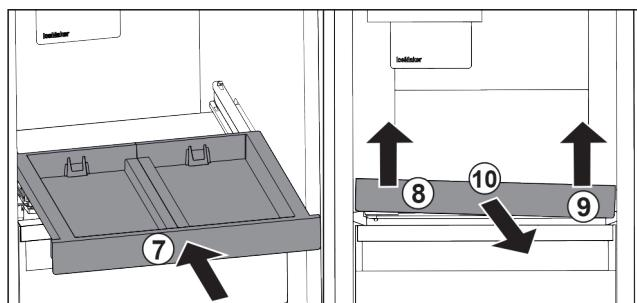

Fig. 24
- Zasuňte vyťahovaciu poličku. Fig. 24 (7)
- Nadvihnite vyťahovaciu poličku vpred uľavo. Fig. 24 (8)
- Nadvihnite vyťahovaciu poličku vpred uľavo. Fig. 24 (9)
- Odoberte vyťahovaciu poličku dopredu. Fig. 24 (10)